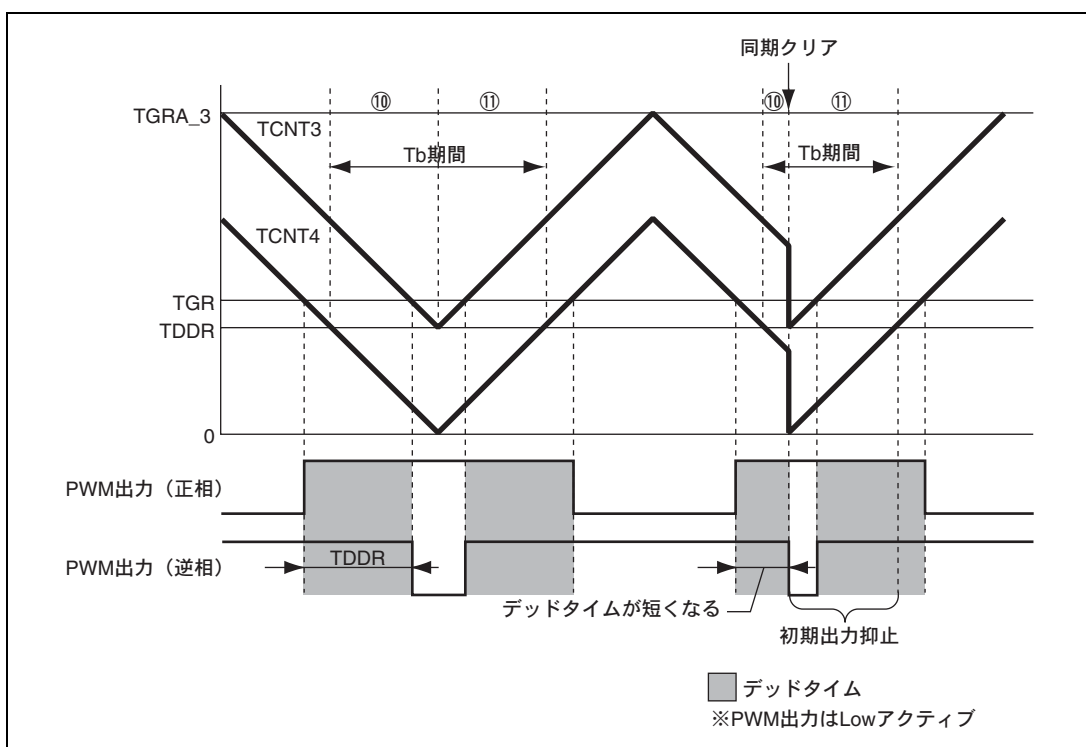

図 11.137 条件 (1) の同期クリア例
条件 (1) : 初期出力の抑止期間⑩にて、PWM 出力がデッドタイム期間中に同期クリアする (図 11.137)。